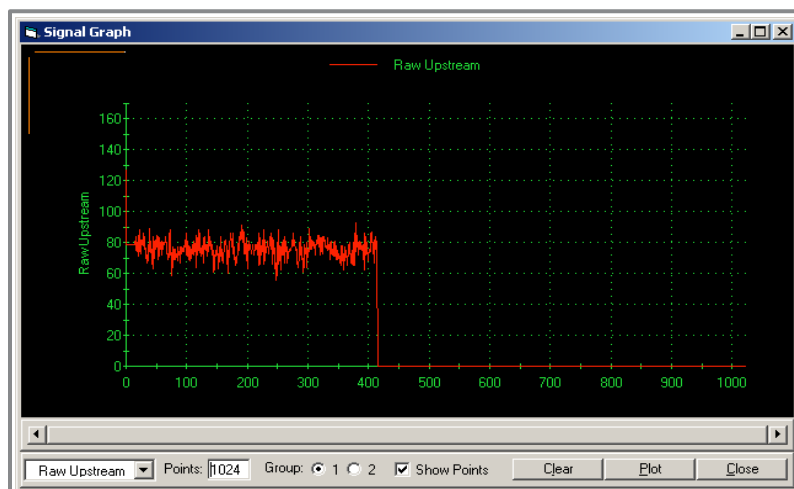

Рисунок 31: Окно *Signal Graph* (График сигналов)
Для доступа к файлам объекта щелкните *Site Files* (Файлы объекта) в окне *Properties* (Свойства). Откроется окно *Site File Operations* (Операции с файлами объекта) (см. рис. 31).
1. Выделите нужный файл в левой области. (См. рис. 31 на стр. 91).
1. Выделите объект в левой области. (См. рис. 31 на стр. 91).